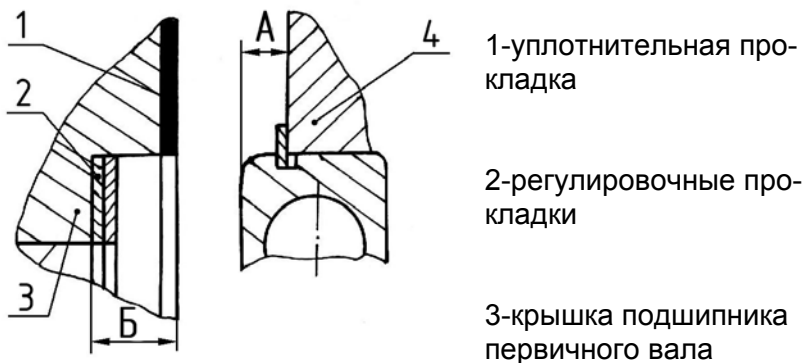

Рисунок 4- Регулировка осевого люфта первичного вала.
6.3. При установке крышки подшипника первичного вала (рисунок 4) обеспечить минимальный осевой люфт вала с помощью регулировочных прокладок подобранных следующим образом: